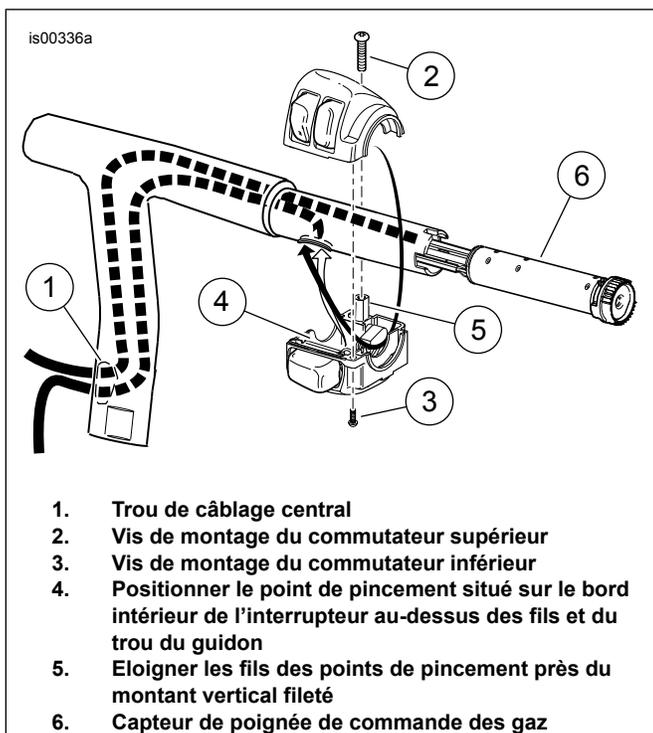

Figure 8. Acheminement de fils du boîtier commutateur et du capteur de poignée tournante (Touring 2008 et ultérieurs)
7. Passer délicatement le faisceau de fils du capteur de la poignée tournante dans l'extrémité du guidon côté droit. Voir Figure 8. Acheminer le groupe de fils de commutateur de droite à travers le boîtier commutateur, tel qu'indiqué. Passer doucement le faisceau dans le trou de fil du commutateur droit. Tirer les faisceaux vers le bas à travers le nouveau guidon et vers le centre de la barre, tout en ajustant les languettes d'indexation sur le capteur de la poignée tournante dans les fentes à l'extrémité du guidon. Une languette d'indexation et une fente sont plus petites que l'autre pour faciliter l'assemblage.
10. Acheminer le faisceau de fils du commutateur gauche à travers le boîtier commutateur, comme indiqué dans Figure 8 pour le câblage de droite. Passer le faisceau dans le trou de fil du commutateur gauche. Tirer le faisceau vers le bas à travers le nouveau guidon et vers le centre du guidon.